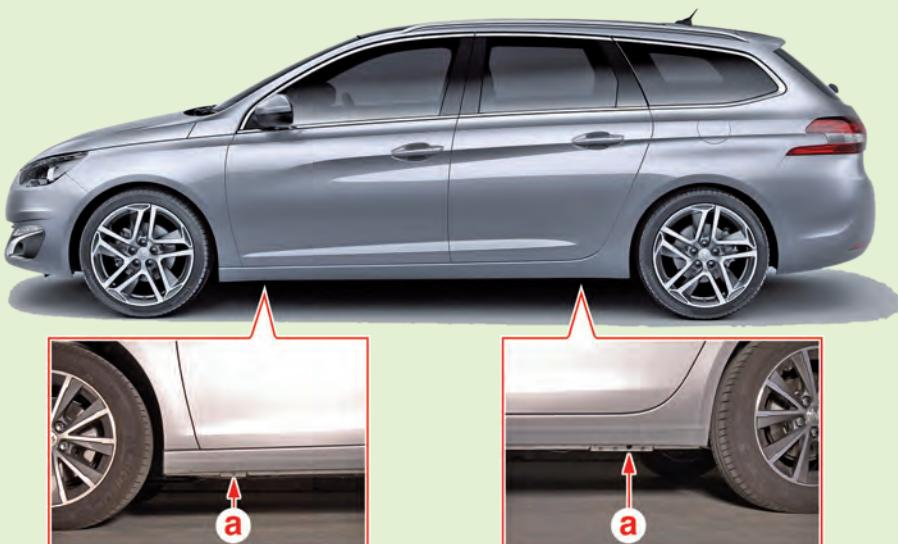

Fig.1
- Mettre en place le cric [1] sous le point de levage (a) le plus proche de la roue à lever (Fig.1).